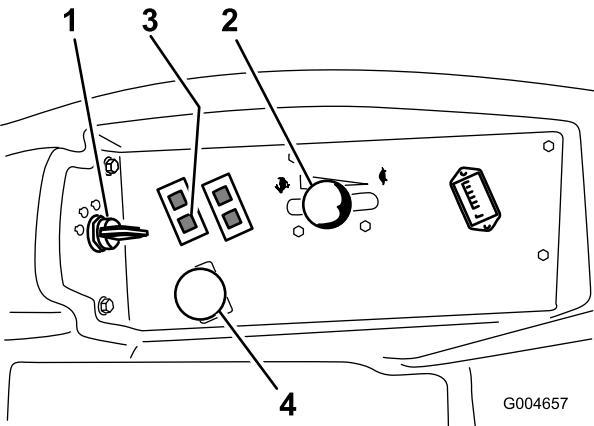

Figura 15
- Desloque o interruptor PTO (tomada de força) para a posição off (Figura 15).
- Desloque a alavanca do acelerador para metade entre as posições Fast e Slow (Figura 15).